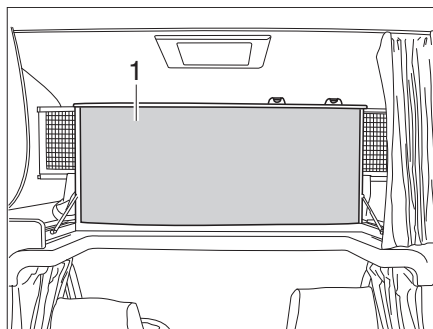

Fig. 157 Cama de alcoba, plegada hacia arriba
- Plegar hacia arriba la cama de alcoba (Fig. 157,1) delante. La cama de alcoba se mantiene en la posición superior mediante resortes por presión de gas.